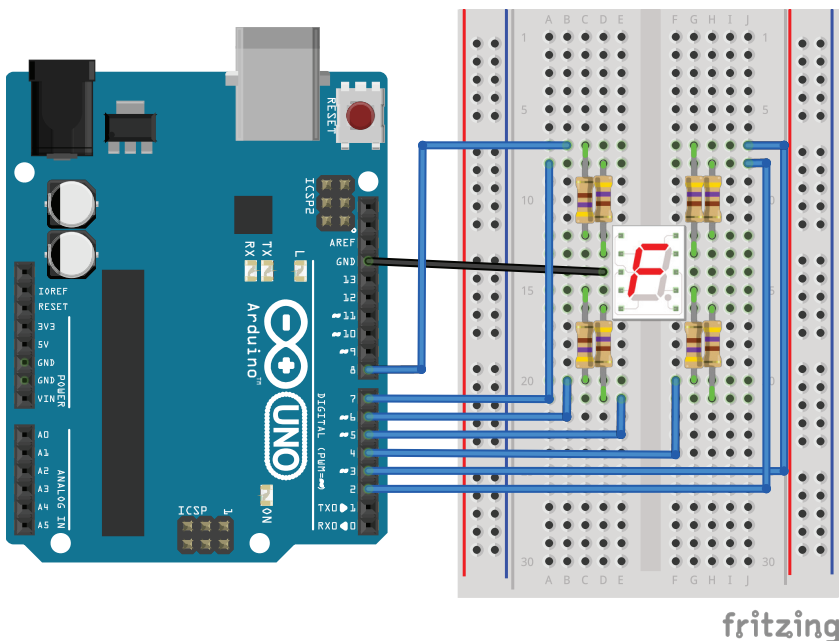

Рис. 6.2. Схема подключения семисегментного индикатора к Arduino
Для подключения одноразрядного светодиодного индикатора к Arduino будем задействовать 7 цифровых выводов, каждый из контактов а–g индикатора подключается к выводу Arduino через ограничительный резистор 470 Ом. В нашем эксперименте мы используем семисегментный индикатор с общим катодом ОК, общий провод подсоединяем к земле. На рис. 6.2 показана схема подключения одноразрядного семисегментного индикатора к плате Arduino.
1. Подключаем семисегментный индикатор по схеме на рис. 6.2.